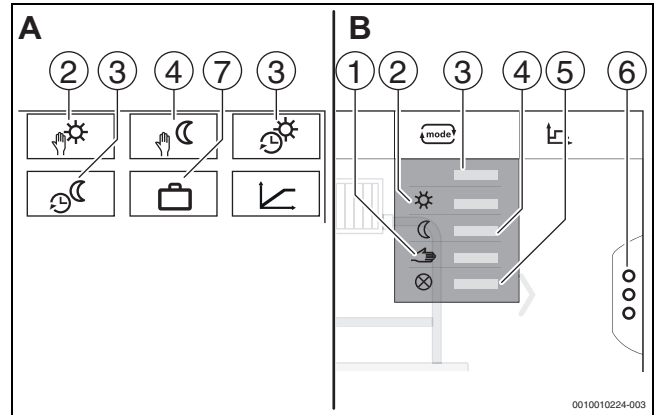

Bild 40 Ansichten Betriebsarten
Für die Betriebsarten (→ Bild 41, [2], Seite 74) und die erweiterten Funktionen (→ Bild 40, [6], Seite 40) können jeweils eigene Temperaturen und Umschaltkriterien eingestellt werden. Die Einstellungen können für jeden Heizkreis und jede Betriebsart separat vorgenommen werden.
- **Manuell Heizbetrieb** (→ Bild 40, [2])
- **Manuell Absenkbetrieb** (→ Bild 40, [4])
- **Urlaub** (→ Bild 40, [7])